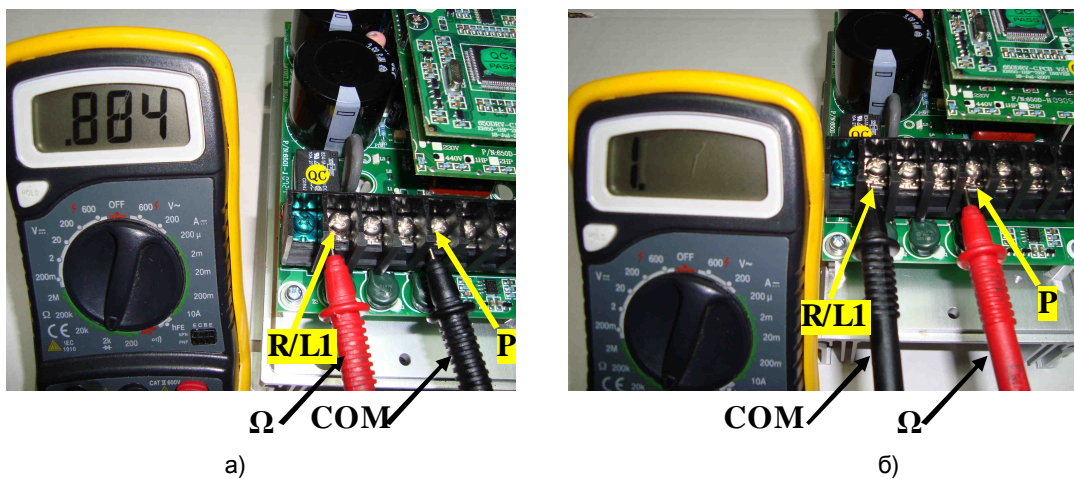

Рис.4.5 Проверка входных силовых цепей относительно клеммы Р
- 4.6.3. Проверить цепь P-R/L1, как показано на рис. 4.5. При исправной матрице цепь «звонится» как диод (при прямой проводимости показания прибора 200.....1000, рис. 4.5.а, при обратной проводимости – «Обрыв цепи», рис. 4.5.б).